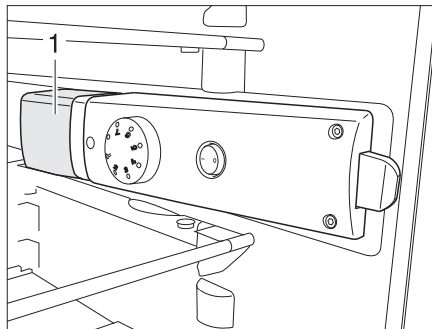

Fig. 366 Lampada del frigorifero
- Afferrare la parte posteriore sotto la copertura della lampada (Fig. 366,1) e sollevarla di ca. 3 mm.